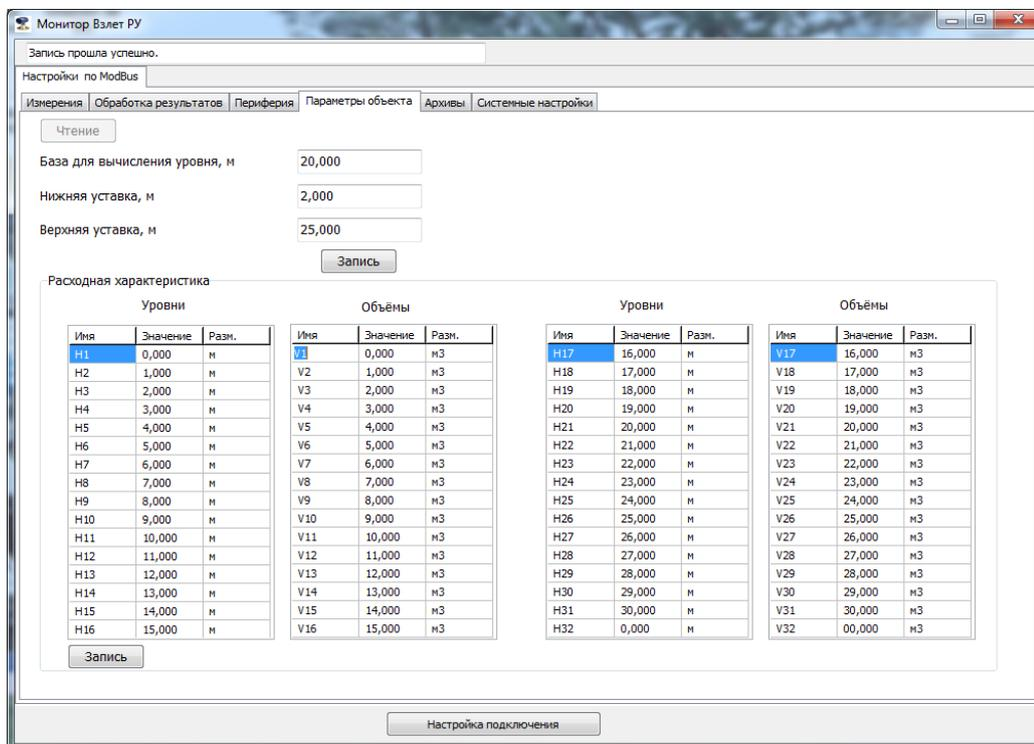

Рисунок 21 – Вкладка «Параметры объекта»
7.5.1 В данной вкладке (см. рисунок 21) устанавливаются база для вычисления уровня, уставки по уровню (нижнее и верхнее значения), а также ввод расходной характеристики объекта по 32-м точкам для вычисления значения объема измеряемой среды.